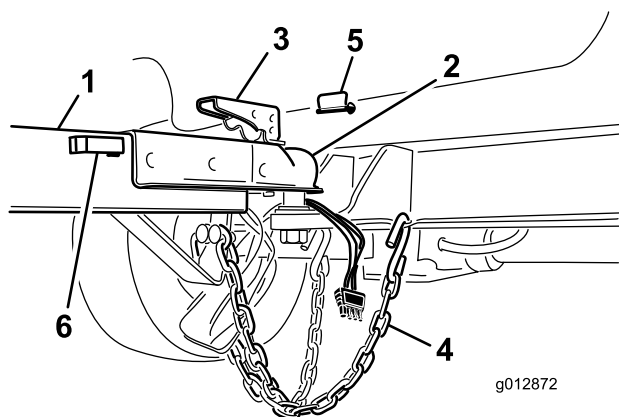

Figura 11
5. Guarde o conector da cablagem no coldre do tubo de engate (Figura 11).
2. Levante a alavanca no garfo enquanto baixa a cobertura sobre a bola de engate (Figura 11).
4. Instale o pino para bloquear a avalanca do acoplador (Figura 11).
5. Cruze as correntes de segurança e ligue-as aos furos no engate (Figura 11).